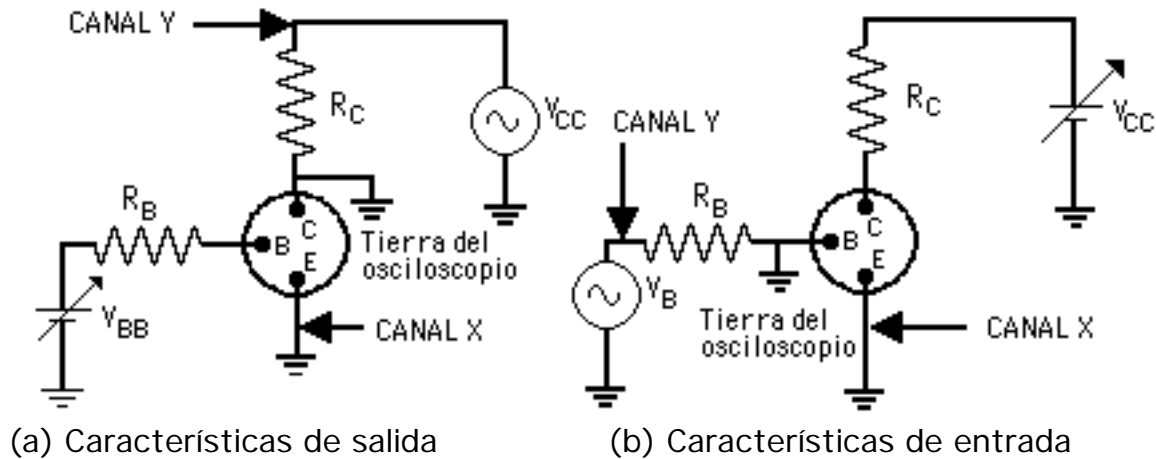
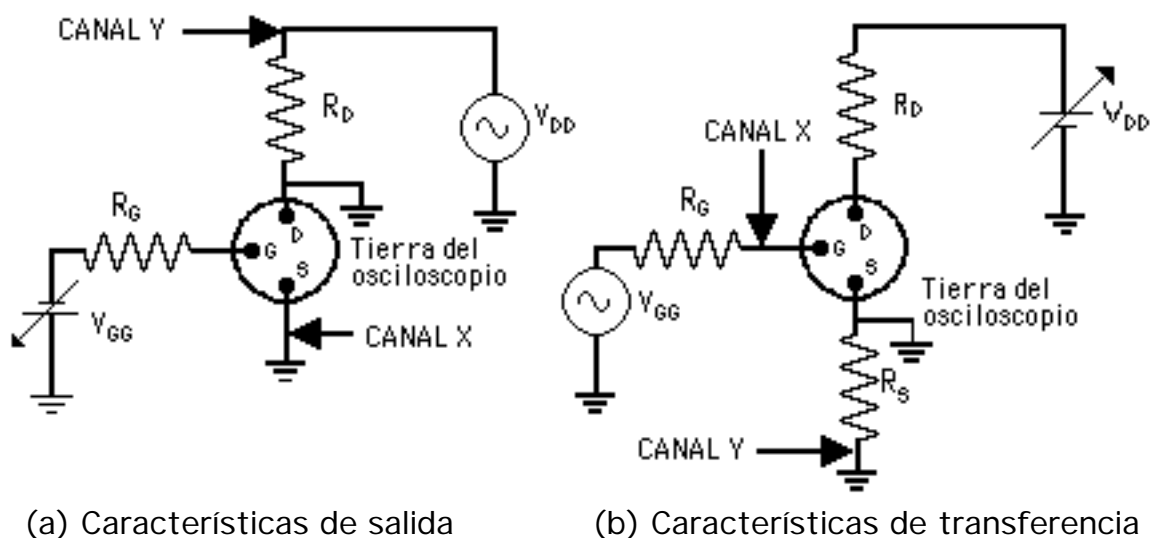

Figura 2.- Circuitos para determinar las características i vs v de un transistor bipolar
Figura 3.- Circuitos para determinar las características i vs v de un transistor FET
Para enfatizar el punto de que en esta práctica se están analizando las características de los dispositivos y en ningún momento se pretende realizar circuitos amplificadores, tanto los transistores bipolares de la figura 2 como los JFET de la figura 3 se han dibujado como componentes físicos, indicando las letras de sus terminales, en lugar de utilizar su símbolo circuital correspondiente.
a) Dado los circuitos mostrados en la Figura 2 y las especificaciones del dispositivo a su disposición, determine el valor de las resistencias R_B y R_C , el valor
pico de la amplitud que puede tener la señal producida por el generador, y el conjunto de voltajes DC que tienen que aplicarse como V_{BB} y V_{CC} respectivamente, para observar en el osciloscopio las curvas características de salida i_C vs. v_{CE} con i_B como parámetro en el caso del circuito de la Figura 2.a, y las curvas características de entrada i_B vs. v_{BE} con v_{CE} como parámetro en el caso del circuito de la Figura 2.b.
b) Haga un diagrama de las señales que Ud. espera ver en la pantalla del osciloscopio, si las conexiones se realizan exactamente en la forma indicada en los circuitos de la Figura 2.
a) Indique las modificaciones que tienen que realizar en los componentes de los circuitos mostrados en la Figura 2 y en las conexiones del osciloscopio a los
a) Dado los circuitos mostrados en la Figura 3 y las especificaciones del dispositivo a su disposición, determine el valor de las resistencias R_G , R_E y R_D , el valor pico de la amplitud que puede tener la señal producida por el generador, y el conjunto de voltajes DC que tienen que aplicarse como V_{GG} y V_{DD} respectivamente, para observar en el osciloscopio las curvas características de salida i_D vs. v_{DS} con v_{GS} como parámetro en el caso del circuito de la Figura 3.a, y las curvas características i_D vs. v_{GS} con v_{DS} como parámetro en el caso del circuito de la Figura 3.b.
b) Haga un diagrama de las señales que Ud. espera ver en la pantalla del osciloscopio, si las conexiones se realizan exactamente en la forma indicada en los circuitos de la Figura 3.
a) Indique las modificaciones que tienen que realizar en los componentes de los circuitos mostrados en la Figura 3 y en las conexiones del osciloscopio a los circuitos para poder observar en la pantalla de este instrumento las curvas características de entrada y salida .
1.- Monte el circuito de la Figura 2.a y obtenga en la pantalla del osciloscopio las curvas características de salida i_C vs. v_{CE} con i_B como parámetro. Haga un diagrama en papel milimetrado, identificando voltajes y corrientes clave en las curvas dibujadas. Si su osciloscopio tiene la posibilidad de invertir uno de los canales,
3.- Monte el circuito de la Figura 2.b y obtenga en la pantalla del osciloscopio las curvas características de entrada i_B vs. V_{BE} con V_{CE} como parámetro. Haga un diagrama en papel milimetrado, identificando voltajes y corrientes clave en las curvas dibujadas. Si su osciloscopio tiene la posibilidad de invertir uno de los canales, obtenga las curvas características con la misma orientación que las curvas características estándar de los manuales y libros de texto.
1.- Haga los cambios necesarios en el circuito de la Figura 2.a para el transistor pnp y obtenga en la pantalla del osciloscopio las curvas características de salida i_C vs. V_{CE} con i_B como parámetro. Haga un diagrama en papel milimetrado, identificando voltajes y corrientes clave en las curvas dibujadas. Si su osciloscopio tiene la posibilidad de invertir uno de los canales, obtenga las curvas características con la misma orientación que las curvas características estándar de los manuales y libros de texto.
2.- Haga los cambios necesarios en el circuito de la Figura 2.b para el transistor pnp y obtenga en la pantalla del osciloscopio las curvas características de entrada i_B vs. V_{BE} con V_{CE} como parámetro. Haga un diagrama en papel milimetrado, identificando voltajes y corrientes clave en las curvas dibujadas. Si su osciloscopio tiene la posibilidad de invertir uno de los canales, obtenga las curvas características con la misma orientación que las curvas características estándar de los manuales y libros de texto.
1.- Monte el circuito de la Figura 3.a y obtenga en la pantalla del osciloscopio las curvas características de salida i_D vs. V_{DS} con V_{GS} como parámetro. Haga un diagrama en papel milimetrado, identificando voltajes y corrientes clave en las curvas dibujadas. Si su osciloscopio tiene la posibilidad de invertir uno de los canales,
3.- Monte el circuito de la Figura 3.b y obtenga en la pantalla del osciloscopio las curvas características i_D vs. v_{GS} con v_{DS} como parámetro. Haga un diagrama en papel milimetrado, identificando voltajes y corrientes clave en las curvas dibujadas. Si su osciloscopio tiene la posibilidad de invertir uno de los canales, obtenga las curvas características con la misma orientación que las curvas características estándar de los manuales y libros de texto.
1.- Haga los cambios necesarios en el circuito de la Figura 3.a para el MOSFET canal n y obtenga en la pantalla del osciloscopio las curvas características de salida i_D vs. v_{DS} con v_{GS} como parámetro. Haga un diagrama en papel milimetrado, identificando voltajes y corrientes clave en las curvas dibujadas. Si su osciloscopio tiene la posibilidad de invertir uno de los canales, obtenga las curvas características con la misma orientación que las curvas características estándar de los manuales y libros de texto.
2.- Haga los cambios necesarios en el circuito de la Figura 3.b para el MOSFET canal n y obtenga en la pantalla del osciloscopio las curvas características i_D vs. v_{GS} con v_{DS} como parámetro. Haga un diagrama en papel milimetrado, identificando voltajes y corrientes clave en las curvas dibujadas. Si su osciloscopio tiene la posibilidad de invertir uno de los canales, obtenga las curvas características con la misma orientación que las curvas características estándar de los manuales y libros de texto.